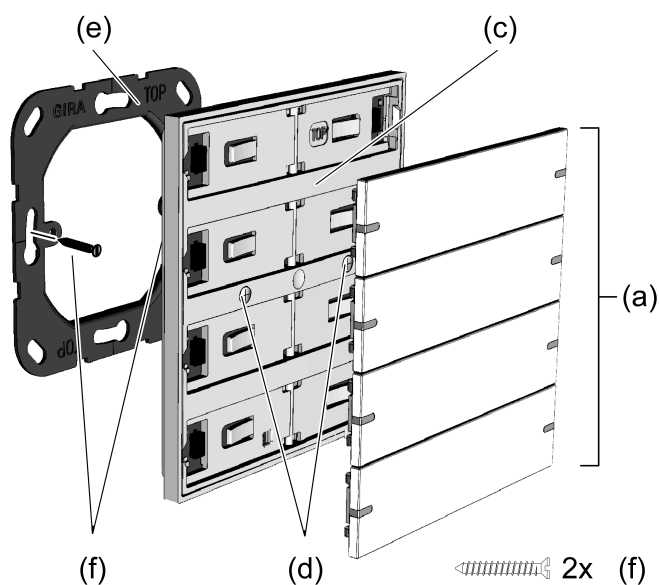
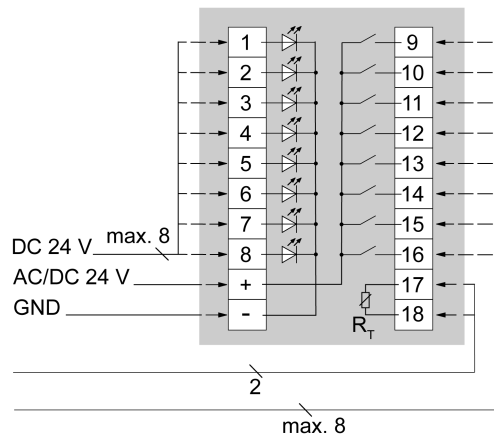

Figura 2: Montar el aparato
Figura 3: Conexión sensor de tecla cuádruple
Vista explosionada (véase figura 2)
Montaje y conexión del aparato (véase figura 2), (véase figura 3)
- Conectar el sensor de tecla (c) según (véase figura 3)